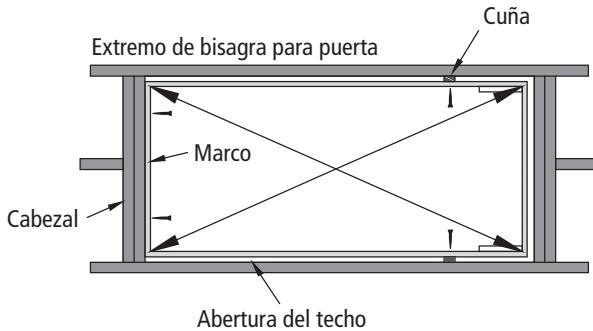

FIGURA 7
F. Asegúrese que el marco en el lado de la bisagra de la escalera este presionado contra el cabezal y que este centrado de lado a lado en la abertura del techo; Asegure temporalmente el marco al cabezal usando piñas de $2\frac{1}{2}$ " (Figura 7). No use los agujeros pre-perforados. Los agujeros pre-perforados serán usados en el Paso 2.
G. Abra cuidadosamente la puerta de la escalera de ático pero sin desdoblar la sección para escalar hasta que se indique en el paso 3. Centre y cuadre el lado opuesto del marco de la escalera de ático en la abertura del techo utilizando cuñas. Asegúrese que el marco de la escalera haya sido cuadrado correctamente tomando dimensiones diagonales en el marco hasta con $\frac{1}{8}$ " de diferencia entre ellas. (Figura 7).
H. Asegure los costados del marco a las vigas del techo con piñas de $2\frac{1}{2}$ " en la posición de las cuñas (Figura 7). No utilice los agujeros pre-perforados para las piñas. Agujeros pre-perforados se serán usados en el Paso 2.